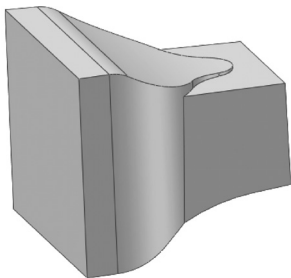

图 6-94 切除结果 2
11) 切除把手。单击“特征”控制面板中的 Ⓢ （切除拉伸）按钮，系统弹出“切除-拉伸”属性管理器。设置“方向 1”和“方向 2”的终止条件为“完全贯穿”，然后单击属性管理器中的 $\checkmark$ （确定）按钮，结果如图 6-94 所示。